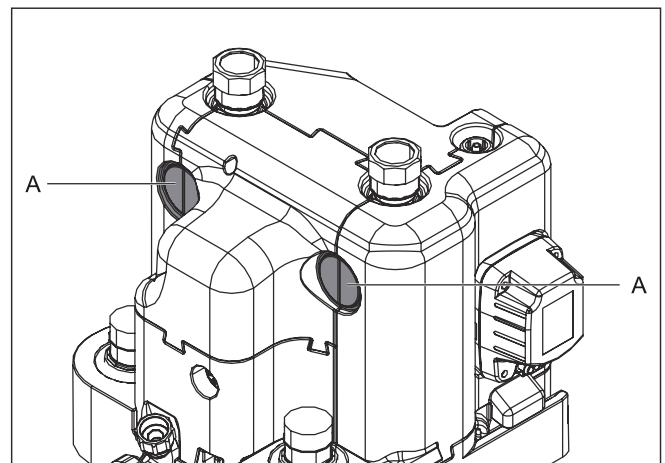

Fig. 64-20 Recorte do isolamento térmico
- 16 Cortar as passagens laterais do isolamento térmico (Fig. 64-20, pos. A) com uma ferramenta adequada.